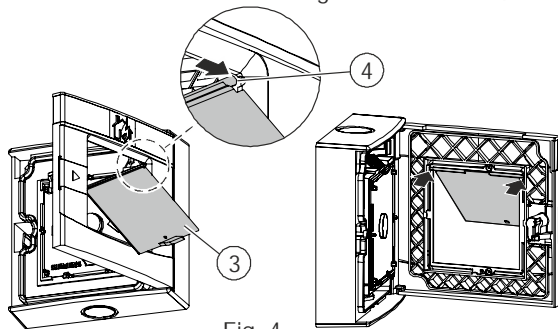

Fig. 4
4. Guide the protective cover (3) through the opening in the door from the front, as shown in Fig. 4.
5. Insert the pivot pins for the protective cover in the two recesses on the rear side (4) of the door.
4. Fädeln Sie den Schutzdeckel (3) wie in Fig. 4 dargestellt von der Vorderseite durch die Öffnung in der Tür.
5. Legen Sie die Drehzapfen des Schutzdeckels in die beiden Vertiefungen auf der Rückseite (4) der Tür ein.